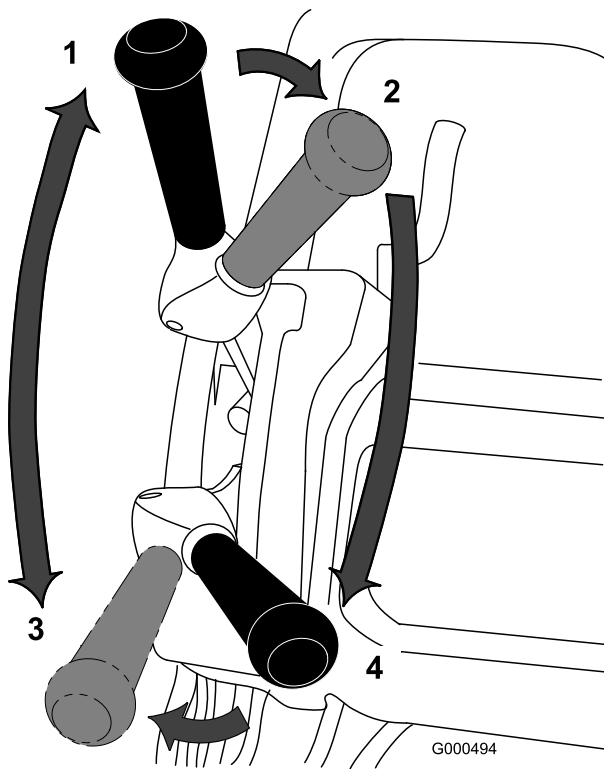

图26
1. 启动发动机，将油门设置为低速，向下推动手柄以提起滚刀组，压低操作员到位控制装置，将牵引杆移至“接合”位置，使剪草机行驶到果岭的环圈上（图26）。
2. 将牵引杆移至“分离”位置，然后接合滚刀驱动杆（图26）。
- 将牵引杆移至“接合”位置，增加油门速度直至剪草机按照所需的地面行驶速度移动，将剪草机推到果岭区，放下剪草机的前端，然后开始剪草（图26）。